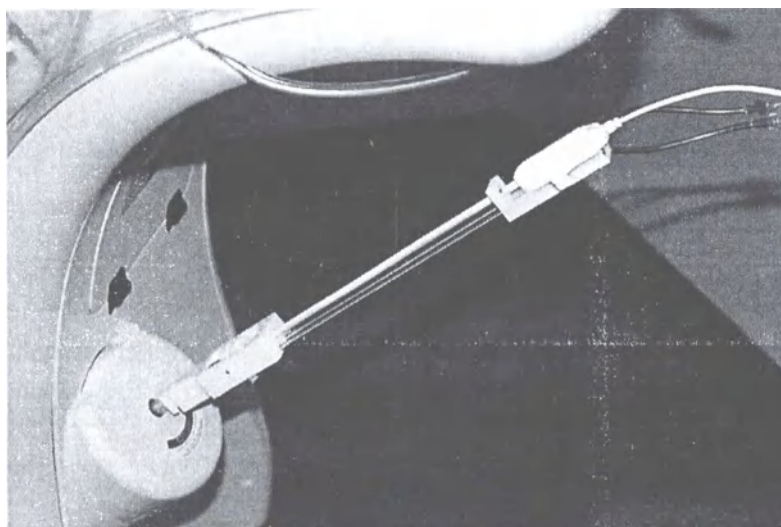

Рис. 5. 50-см источник РИ, установленный в кронштейн-держатель катетера на период хранения устройства в ионизационной калибровочной камере.
- Для обеспечения безопасного хранения источника РИ его следует поместить внутрь сборного узла ионизационной калибровочной камеры контроллера с кронштейном катетера (Рис. 5). Подробные инструкции по установке кронштейна 50-см катетера с источником РИ см. в Разделе 5.